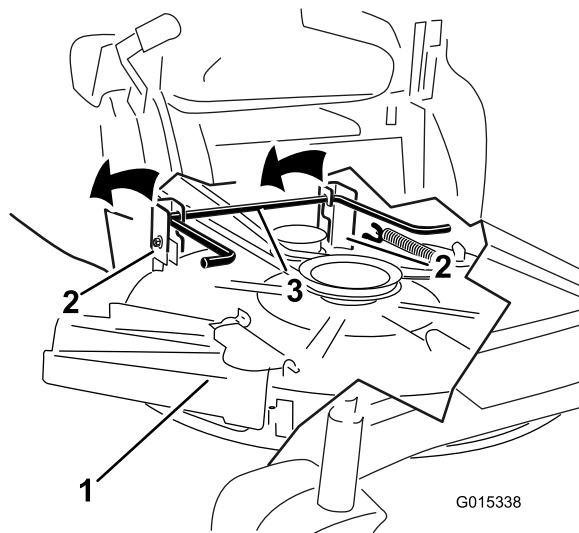

Figure 62
- Soulevez et enlevez le tablier de coupe et les supports de la tige de levage arrière et abaissez la tondeuse au sol avec précaution (Figure 62).
5. Soulevez l'arrière du tablier de coupe et guidez les supports sur la tige de levage arrière (Figure 62).